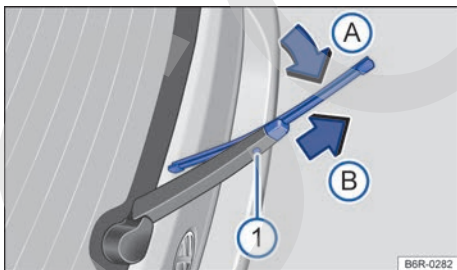

Fig. 220 Cambio de la escobilla limpiacristales de la luneta.
- Mantenga pulsada la tecla de desbloqueo → fig. 220 ①.
- Doble la escobilla en dirección al brazo del limpiacristales → fig. 220 (flecha A) y tire al mismo tiempo en el sentido de la flecha B. Es probable que tenga que emplear bastante fuerza.
- Inserte una escobilla nueva de la **misma longitud y tipo** en el brazo del limpiacristales en el sentido contrario al de la flecha → fig. 220 B hasta que encastre. Para ello la escobilla debe estar doblada → fig. 220 (flecha A).